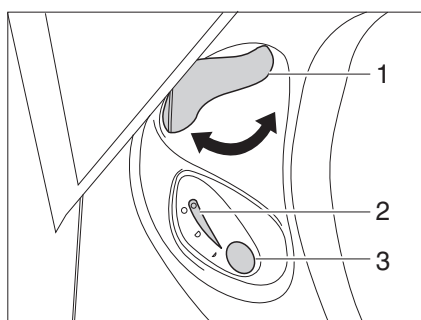

Fig. 156 Unidad de mando inodoro Thetford
- Antes del lavado, abrir la corredera del inodoro Thetford. Para ello, girar la palanca de corredera (Fig. 156,1) en sentido contrario a las agujas del reloj.
- Para lavar, pulsar el botón de lavado azul (Fig. 156,3).
- Tras el lavado, cerrar la corredera. Para ello, girar la palanca de corredera (Fig. 156,1) en sentido de las agujas del reloj.
La luz de control (Fig. 156,2) se enciende cuando es necesario vaciar el cassette Thetford.
- Girar la palanca de corredera (Fig. 156,1) en sentido de las agujas del reloj. Se cierra la corredera. Para el vaciado **debe** estar cerrada la corredera en el inodoro Thetford.